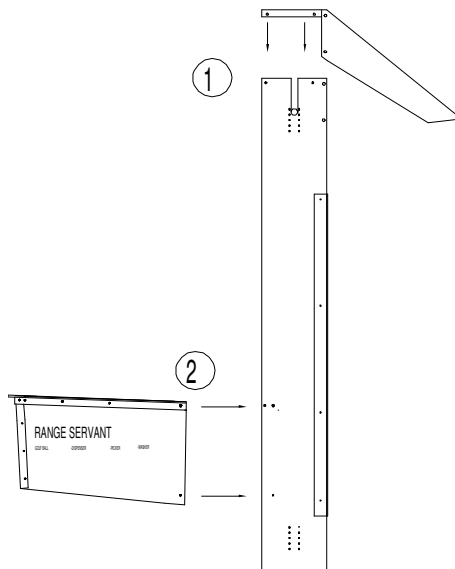

Figure 9 : Montage
- III. Monter la gouttière à balles au moyen des vis fournies. Voir la Figure 9 : Montage en (1).
IV. Visser le bac de balles sur l'élévateur à l'aide des vis fournies. Voir la Figure 9 : Montage en (2).